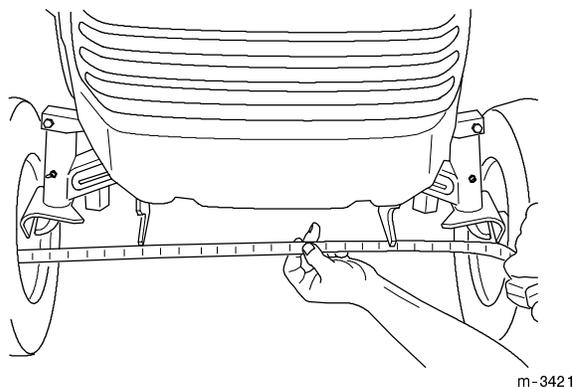

Figure 41
Le maintien d'un pincement correct des roues avant est important pour la sécurité, le ralentissement automatique Smart Turn™ dans les tournants et la facilité d'emploi. Un réglage peut être nécessaire si les pneus s'usent de manière irrégulière, s'ils abîment la pelouse ou si la direction est dure. Contrôler le pincement toutes les 100 heures de service ou une fois par an, selon ce qui se présente en premier (Fig. 41).
4. Mesurer la distance entre les deux pneus avant à la hauteur des fusées, à l'avant et à l'arrière des roues (Fig. 41).